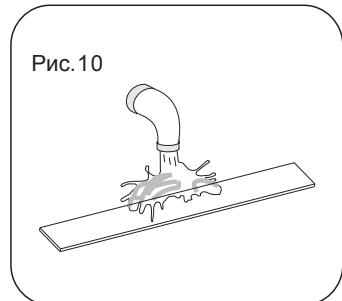

Рис.10
- 3) Промойте решетку водой (Рис.10) .